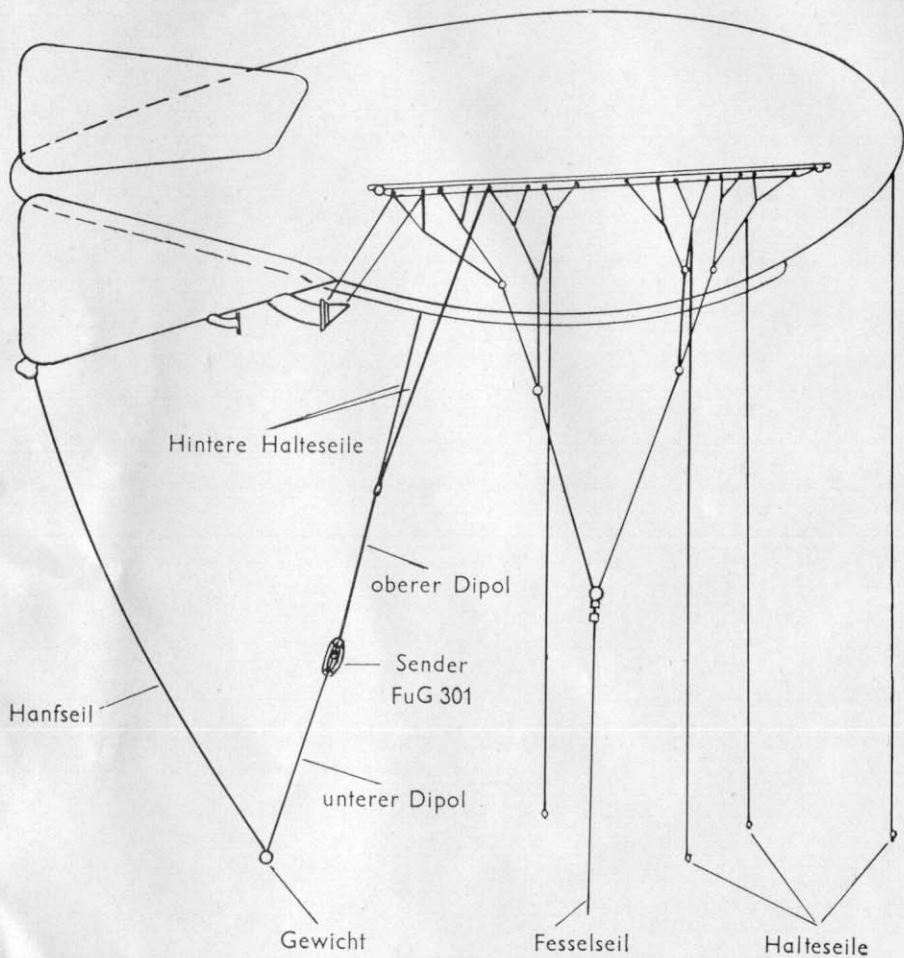

Abb. 1: Befestigung des FuG 301 am Sperrballon (schematisch)
- Abb. 1: Befestigung des FuG 301 am Sperrballon (schematisch)
Die Gesamtanlage besteht aus dem Sender und einem Empfänger. Der Sender wird mittels Karabinerhaken isoliert an zwei Halteseilen am Ende des Ballons aufgehängt. Um ein Verschlingen der Dipolantenne mit dem Ballonhalteseil zu vermeiden, ist die untere Antennenhälfte mit einem Gewicht von 0,5 kg belastet und durch ein dünnes Hanfseil mit der unteren Flossenspitze des Ballons verbunden (Abb. 1).
Der obere Dipol wird nach Schemaskizze (Abb. 1) an die beiden hinteren Halteseile eingehängt (Abb. 13). In das untere Ende des Dipols wird das mitgegebene Gewicht eingehakt.